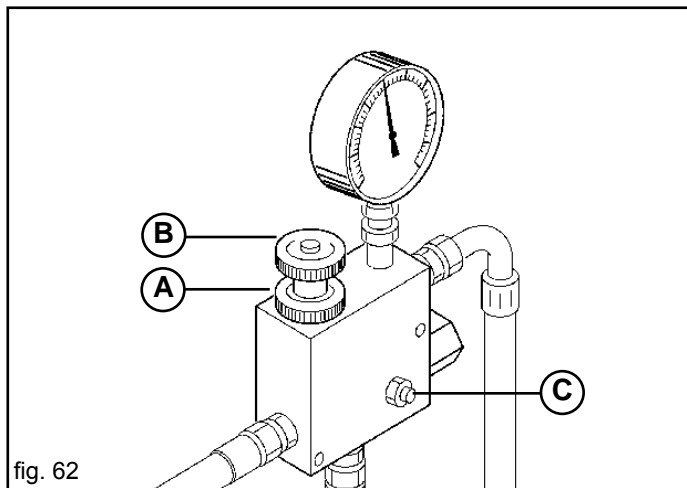

fig. 62
Bei abgeschaltetem Motor und sicher gebremstem Schlepper alle Schnellkupplungen einstecken. Den Motor starten und die Hydraulik einige Minuten lang bei Leerlaufdrehzahl betätigen. Den Druck dabei konstant halten, um Drehzahlchwankungen des Gebläses zu vermeiden. Den Druck erst regulieren, nachdem das Öl seine Betriebstemperatur erreicht hat und keine Drehzahlchwankungen des Gebläses mehr auftreten. Falls das Anbaugerät an verschiedenen Schleppern - daher also auch mit unterschiedlichen Steuergeräten und Ölsorten - betrieben wird, muß diese Einstellung an jedem Schlepper neu vorgenommen werden. Bei den Schleppern mit Verstellförderpumpe (geschlossener Hydraulikkreis) mit Öldurchsatzregler ist der 3-Wege-Regler (B Abb. 62) vollständig zu öffnen und bei niedrigem Öldurchsatz ist der interne Regler des Schlepperkreises dann schrittweise zu öffnen, bis der gewünschte Druck, der auf dem Manometer (C Abb. 61) angezeigt wird, erhalten wird.
Wenn man die Gebläseumdrehungen für die Verteilung von schwereren Samen erhöhen will, mit Vorsicht und Achtung wie folgt vorgehen (Abb. 62):
- Die Feststellnutmutter lockern (A Abb. 62);
- Regelventil (B Abb. 62) im Uhrzeiger- oder Gegensinn drehen um den Druck zu senken oder zu erhöhen und daher die Gebläseumdrehungen zu ändern.
Es ist für irgendwelchen Grund verboten die Höchstdruckventilschraube (C Abb. 62) zu verstellen, da sich die Einstellung der Anlage ändern würde und deshalb Motor, Pumpenbruch -oder Gebläse verursachen.